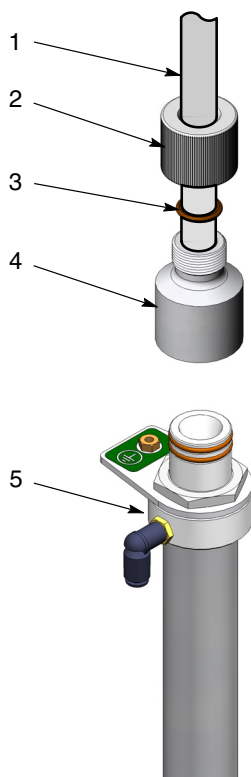

Bild 7 Adapter för sugrörssdel
**ANMÄRKNING:** Adaptrar för sugrörssdelar kan levereras för sugrör med eller utan en extern O-ring. Bild 7 visar ett sugrör med en extern O-ring.
1. Se bild 7. Skär av sugrörets (1) ände vinkelrätt med hjälp av en slangavkapare.
2. Stick in ungefär 5 cm av sugslangen genom klämmuttern (2).
3. Sätt på O-ringen (3) på sugslangen.
4. Skjut in sugslangen i pumpadaptorn (4) tills att den bottnar.
7. Sätt adapterdelen på sugröret (5) med en vridande rörelse.